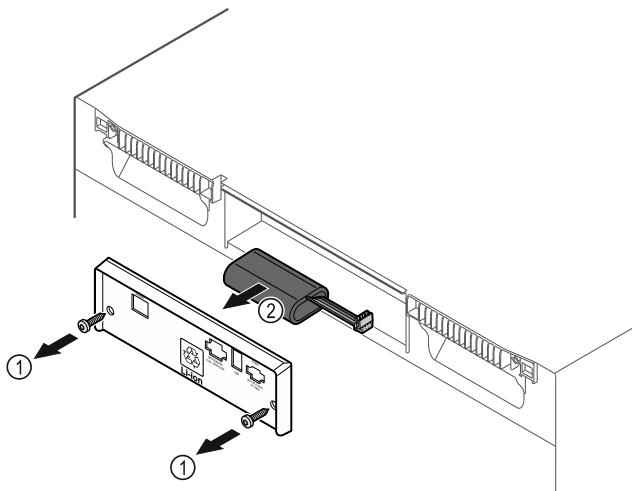

Fig. 185
- ▶ 旋出螺栓并移除冰箱背面的盖板 Fig. 185 (1)。
- ▶ 断开并取出电池 Fig. 185 (2)。